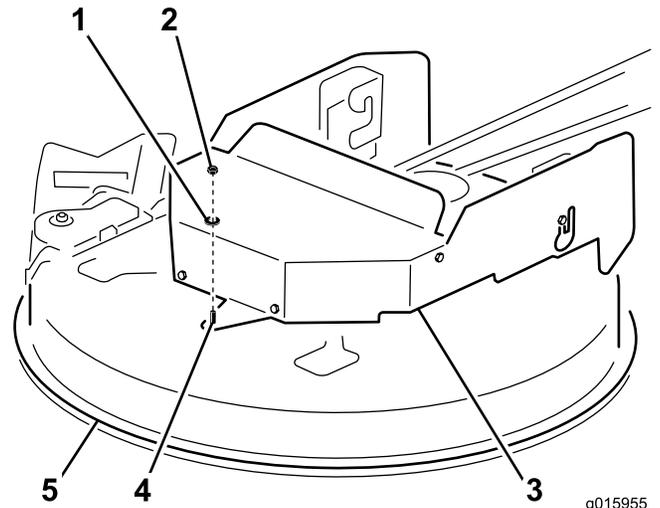

Figure 3
2. Montez le protège-courroie assemblé sur le plateau de coupe, comme illustré à la Figure 3 ; serrez fermement toutes les fixations.